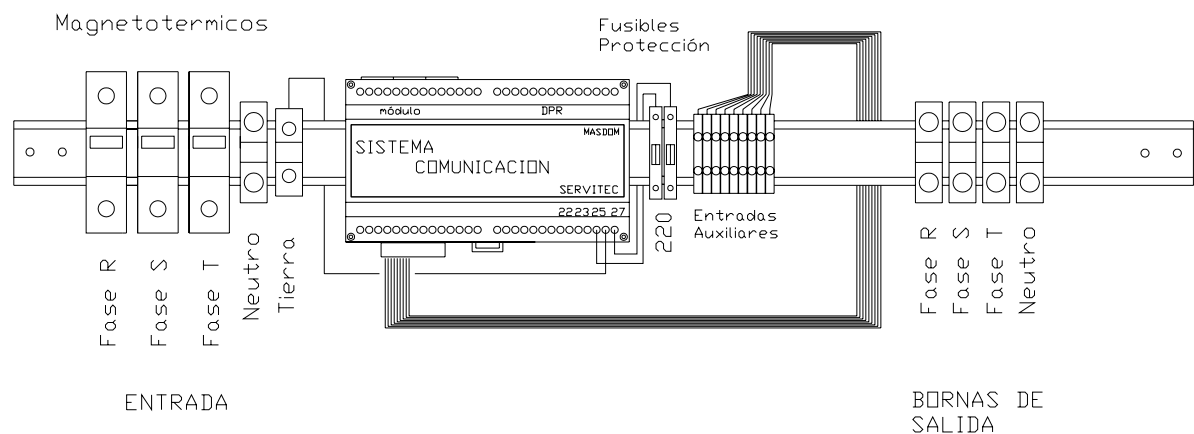

Figura 4
La entrada trifásica (220V ó 380V) más neutro, proveniente del cuadro de compañía, se conecta al interruptor automático de protección del estabilizador reductor. La salida del estabilizador reductor se distribuye a la red de alumbrado (figura 4).
1. Conexionar respectivamente a los magnetotérmicos de entrada (izquierda) y a las bornas de salida (derecha) (figura 4 del apartado 4).
Desconectar el interruptor tetrapolar del cuadro de suministro y a continuación los magnetotérmicos de entrada, y desmontar la tapa de mecanismos donde están situados los magnetotérmicos y bornas del estabilizador reductor (figura 4 del apartado 4).